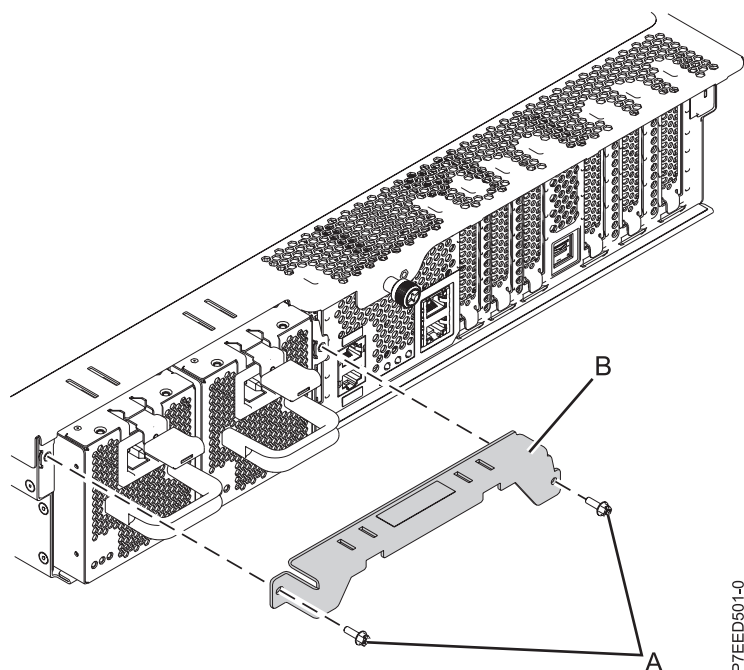

Figura 20. Extracción de la abrazadera de transporte
1. Extraiga la abrazadera de transporte de la fuente de alimentación (si está presente). Asegúrese de que las fuentes de alimentación se hayan reasentado, tal como se muestra en la Figura 20.